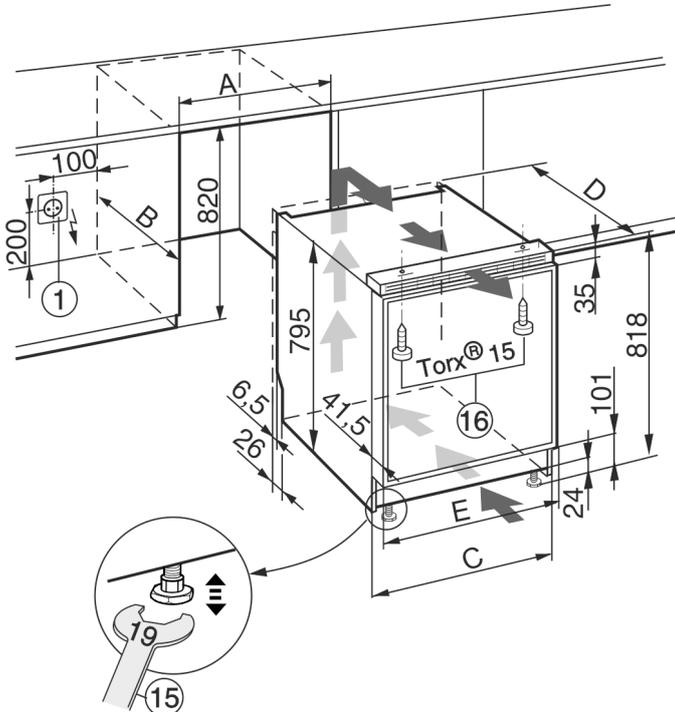

Fig. 12
- ▶ Aligner l'appareil en réglant les pieds réglables avec la clé à fourche Fig. 12 (15) fournie.
- La prise de courant Fig. 12 (1) doit être placée à côté de l'appareil et être facilement accessible.
- ▶ Fixer l'appareil au-dessus du plan de travail ou de l'élément de cuisine en utilisant les vis Fig. 12 (16) fournies.